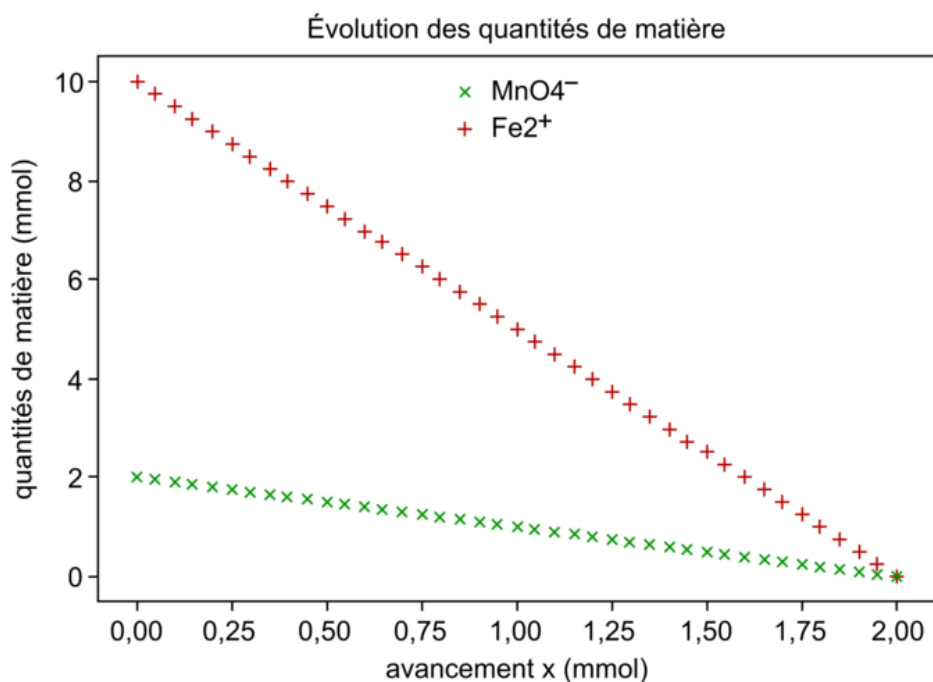

Figure 1 : Évolution des quantités de matière en fonction de l'avancement
1.5. Établir un tableau d'avancement de la réaction et vérifier que la valeur de l'avancement maximal est compatible avec le tracé de la figure 1.
On obtient $x_{\text{max}} = 2,0$ mmol, ce qui correspond bien à l'avancement lue sur la figure 1 lorsque les réactifs atteignent une quantité nulle.
1.8. Reproduire la figure 1 sur votre copie et tracer la représentation graphique de l'évolution de la quantité de matière d'ions $\text{Mn}^{2+}(\text{aq})$ et celle de la quantité de matière d'ions $\text{Fe}^{3+}(\text{aq})$.